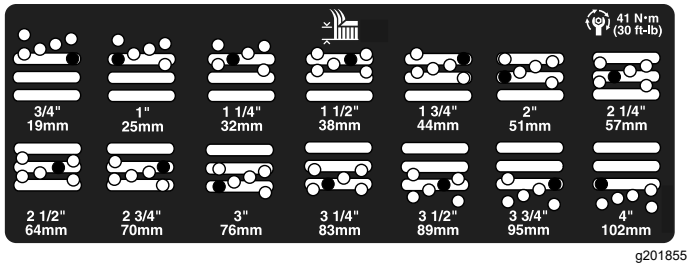

图 22
5. 将切割腔移至所需的剪草高度然后将隔片安装至指定的剪草高度孔和槽图 22。